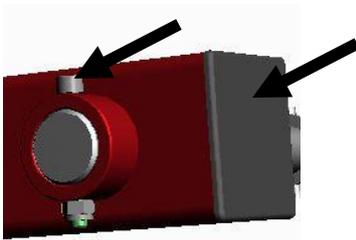

Figure 4
- Monter l'axe 45x300 dans le cadre à bride et le fixer à l'aide d'une vis à tête cylindrique M10x80 et d'un écrou indesserrable M10 (Figure 4).
- Monter le bouchon en plastique 100x100 au bout du cadre à bride (Figure 4).